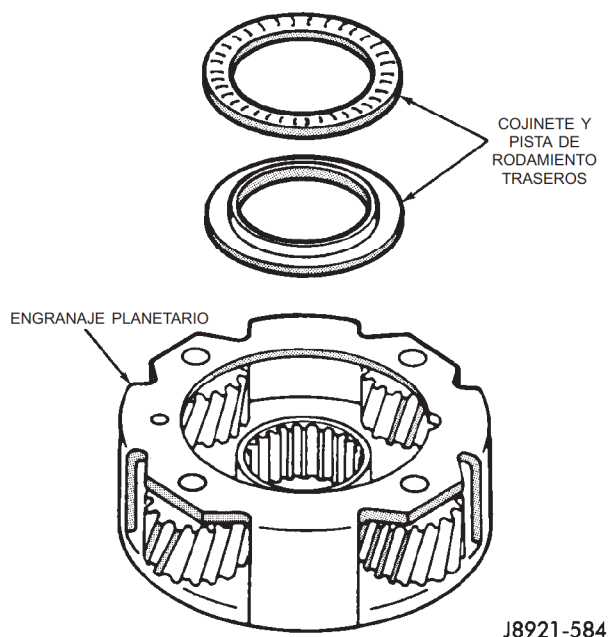

Fig. 257 Instalación del cojinete y la pista de rodamiento traseros del engranaje planetario delantero
- (3) Instale la pista de rodamiento y el cojinete traseros en el engranaje (Fig. 257).